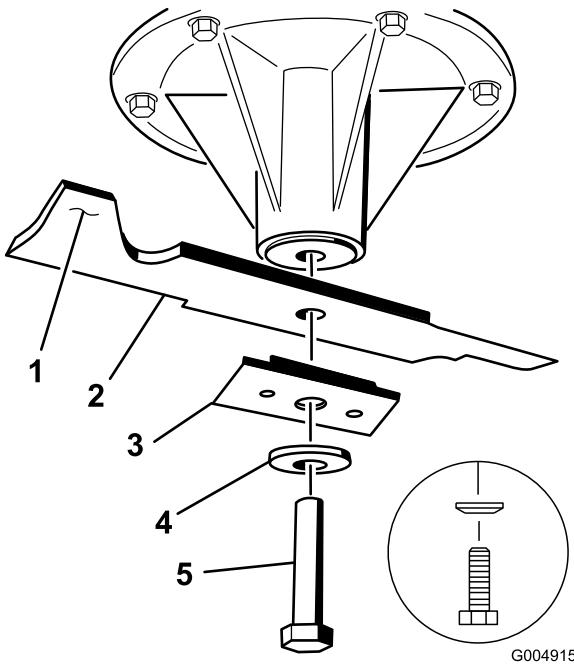

**Figura 57**
- Para carcasas de corte de 48 pulgadas, retire el perno de la cuchilla, la arandela curva y la cuchilla del eje (Figura 57).
- Si la cuchilla se mantiene horizontal, está equilibrada y puede utilizarse. Si la cuchilla no está equilibrada, rebaje algo el metal en la parte de la vela solamente (Figura 57).